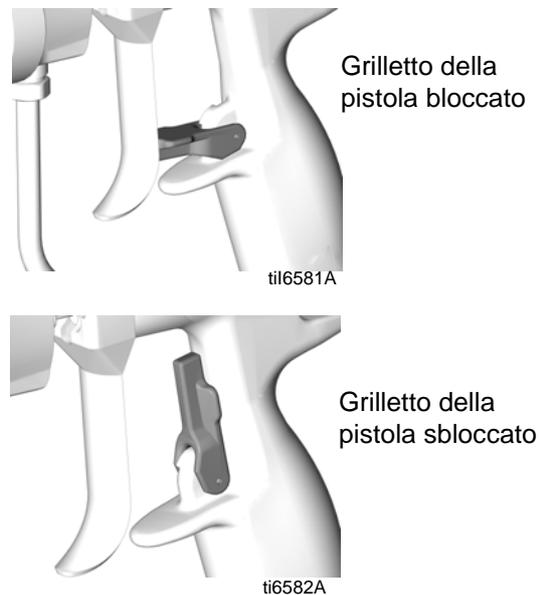

FIG. 3. Sicura del grilletto
Vedere FIG. 3. Inserire sempre la sicura del grilletto quando si smette di spruzzare per evitare che la pistola venga azionata accidentalmente a mano o se cade o viene urtata.
1. Vedere FIG. 3. Bloccare il grilletto della pistola. Rimuovere la protezione dell'ugello e l'ugello di spruzzatura dalla pistola. Fare riferimento al manuale della pistola.